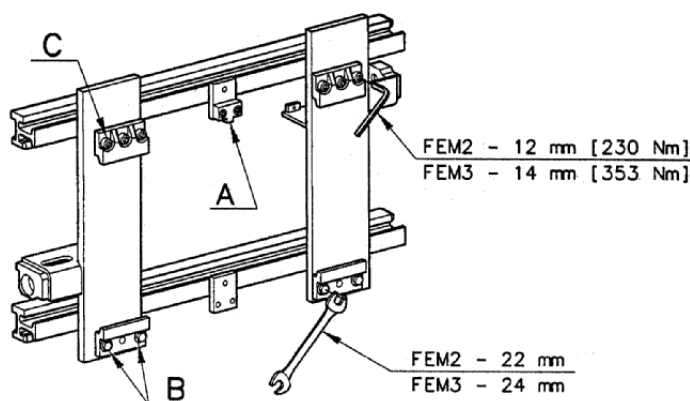

Abb.01
1.4 Ankopplung der Zange: Man muss sich mit dem Stapler der Zange nähern; mit dem Gabelträger in niedrigster Position und darauf achten das der Gabelträger sich im Zentrum der Zange befindet. Den Gabelträger langsam anheben und den Ankerzahn (**Abb.01**) in die obere mittlere Arretierungsnut des Gabelträgers einfügen. Montieren Sie die unteren Knaggen und verschrauben Sie die Schrauben mit den folgenden Anziehmomenten: